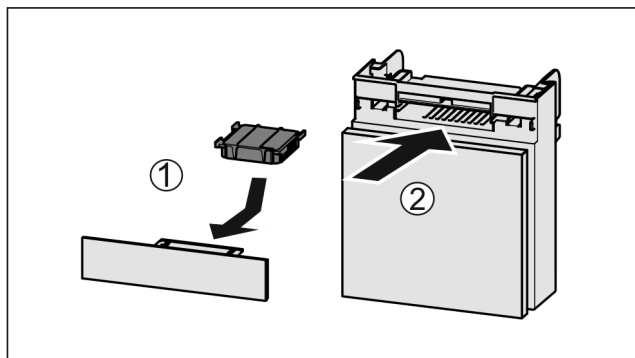

Fig. 173
- ▶ Aktivni ogljeni filter vstavite Fig. 173 (1) skladno s prikazom na sliki.
- ▶ Predal potisnite noter Fig. 173 (2).